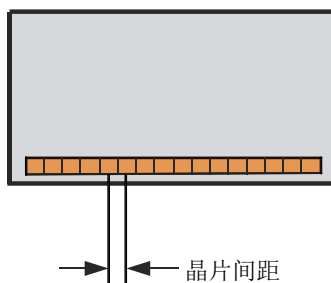

图 4-5 探头晶片间距
- d) 在**晶片间距**按钮中，输入探头的相邻两个晶片中心之间的间距。距离如第 103 页的图 4-5 所示。